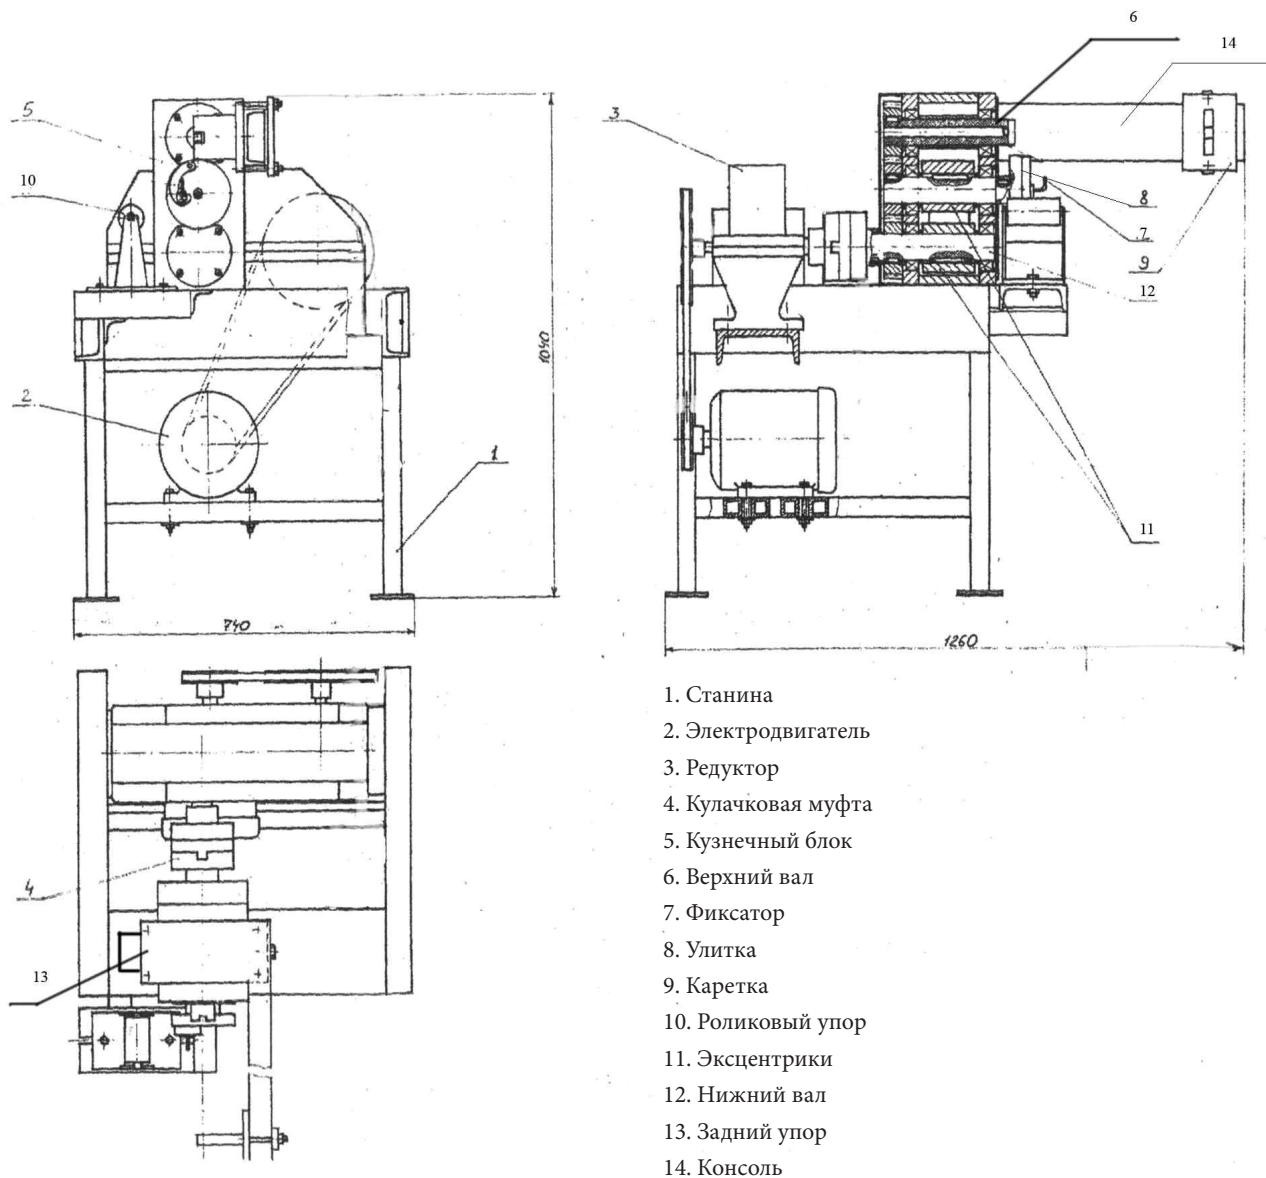

Рис. 1. Общий вид изделия машины кузнечно-прессовой «АЖУР-1МБ» (механическая часть).
4.4. Принцип работы станка.(см. рис.1.).
Приложение: кинематическая схема станка (Рис.1).